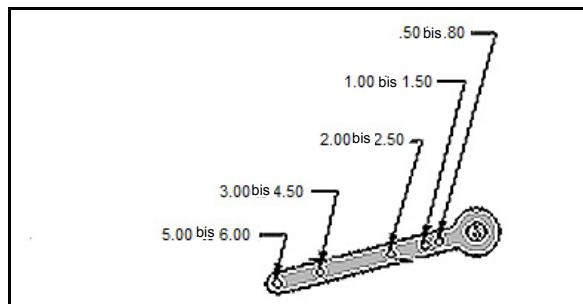

Abbildung 15 Takteinstellungen
3. Stellen Sie Stabenden und Klammern zu streicheln ein und Baugröße vom Antrieb. Die Standardeinstellung ist ein 4,00 "Schlaganfall. Andere Takteinstellungen sind wie in Abbildung 15.